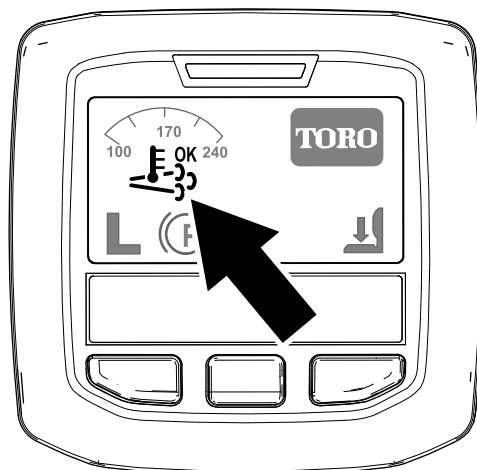

図 38
- インフォセンターに、アシスト/リセット再生アイコンが表示されます 図 38。